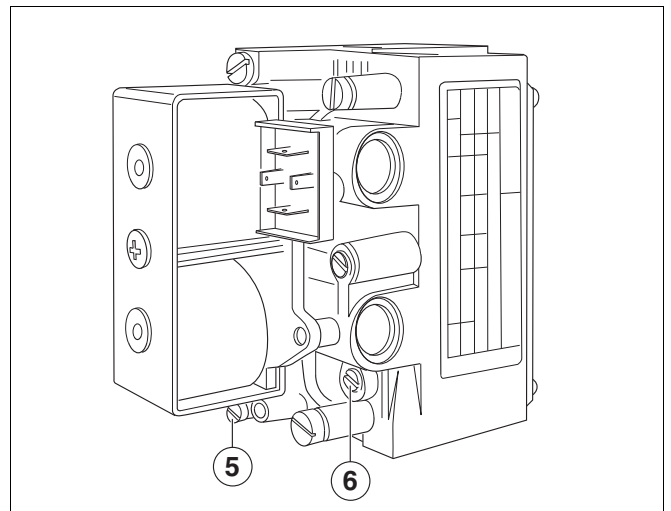

Fig. 5 Apparecchiatura del gas SIT 830 Tandem
- Rimuovere il tappo di copertura dell'apertura di sfiato (fig. 5).
- Portare l'interruttore "Esercizio" nella posizione „I“ (ON).
- Circa 10 secondi dopo che la valvola del gas ha aperto, riconoscibile da un leggero clic, misurare la pressione di stadio al manometro a V e girando la vite per carico d'avviamento (fig. 5) in direzione più oppure meno impostare su